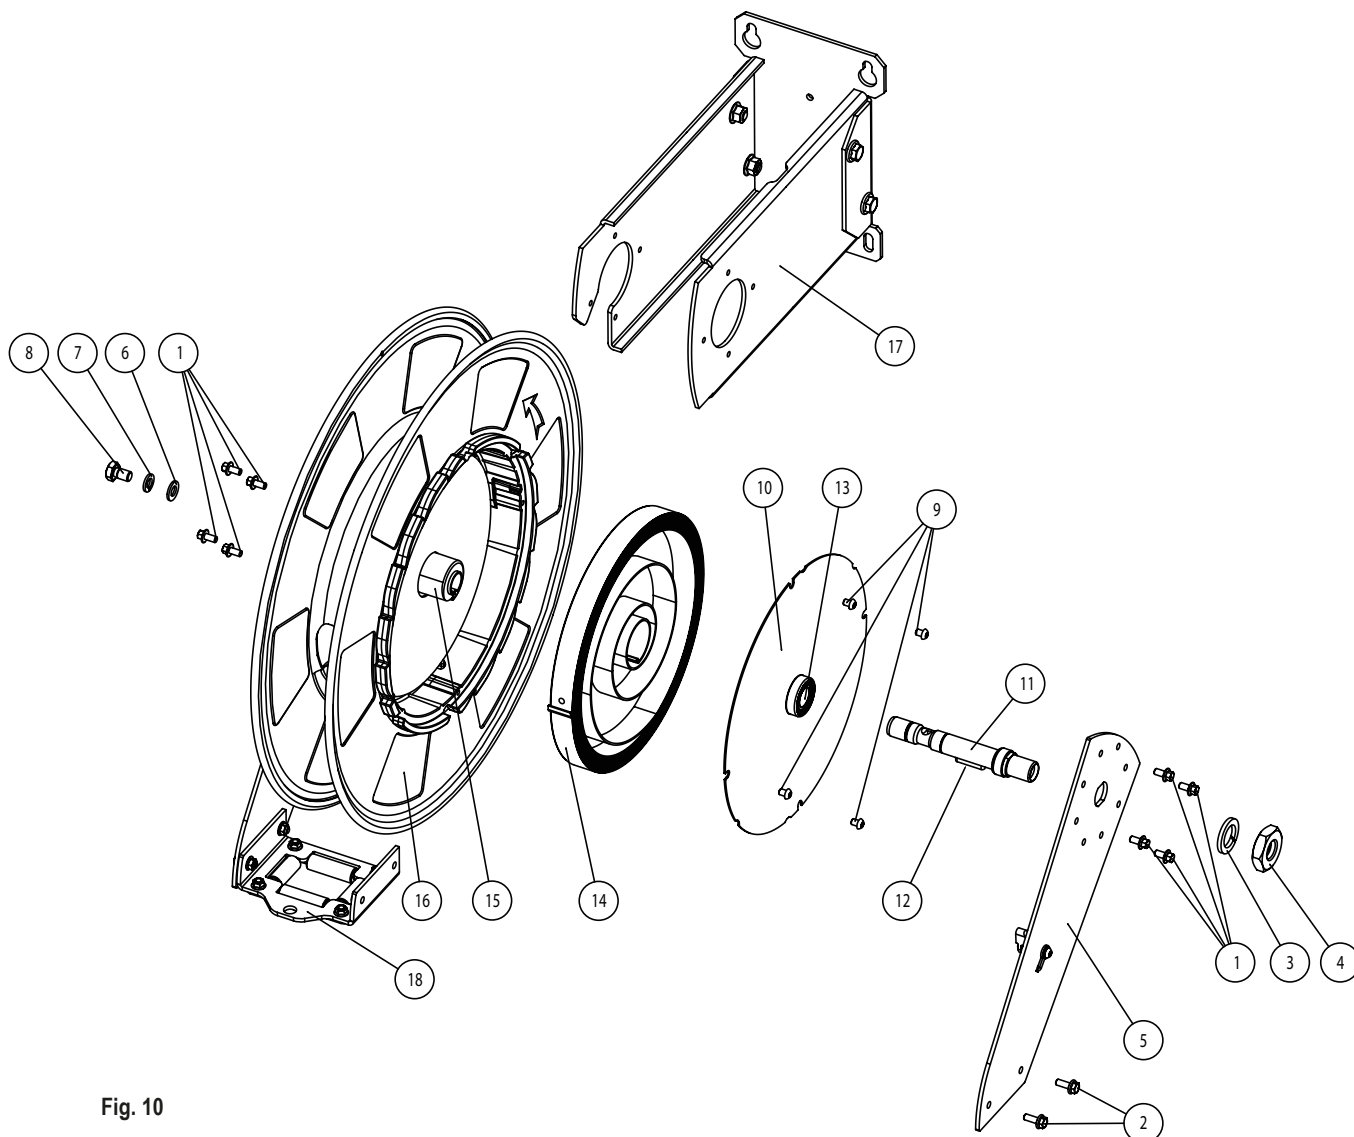

Fig. 10
5. Remove the upper arm (5) (fig. 10) with the ratchet assembled on it, by loosening the screws, nuts, and washers (1, 2, 3, 4, 6, 7 & 8). The spool will be disassembled from the hose reel.
6. With the spool lying flat, remove the screws (9).
7. Carefully lift up the power spring cover (10) which will come out with the shaft, the key, and the bearing, (11, 12, & 13) all together. Be careful to avoid remove the spring fixation (15) which could be slightly held to the power spring.
5. Montera bort armen (5) (fig. 10) genom att lossa på skruvar, muttrar och brickor (1, 2, 3, 4, 6, 7 och 8) utan att demontera spärren. Nu är trumman helt lös.
6. Lägg trumman ner och skruva loss skruvarna (9).
7. Avlägsna försiktigt locket (10) som även tar med sig axeln, kilen och kullagret (11, 12 och 13). Var försiktig så att inte fläderfästet (15) inte följer med, som sitter lätt fäst vid fjädern.
5. Desmonte el brazo (5) (fig. 10) con el trinquete montado sobre él. Para ello desenrosque los tornillos y tuercas con sus arandelas (1, 2, 3, 4, 6, 7, y 8). El tambor quedará suelto.
6. Retire el tambor de la base del enrollador y desenrosque los tornillos (9).
7. Extraiga con cuidado la tapa (10) que saldrá junto con el eje, su chaveta y el rodamiento (11, 12 y 13). Cuidado de no extraer la fijación resorte (15) que estará ligeramente sujeta al centro del resorte.